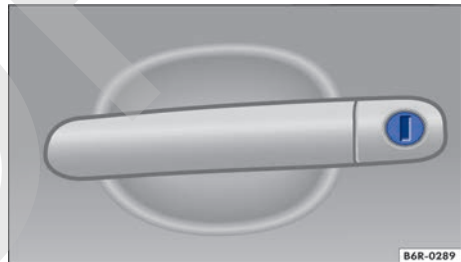

Fig. 155 Manilla de la puerta del conductor con bombín de cierre.
- Introducir la varilla de la llave en el bombín de cierre y destrabar o trabar el vehículo → fig. 155.